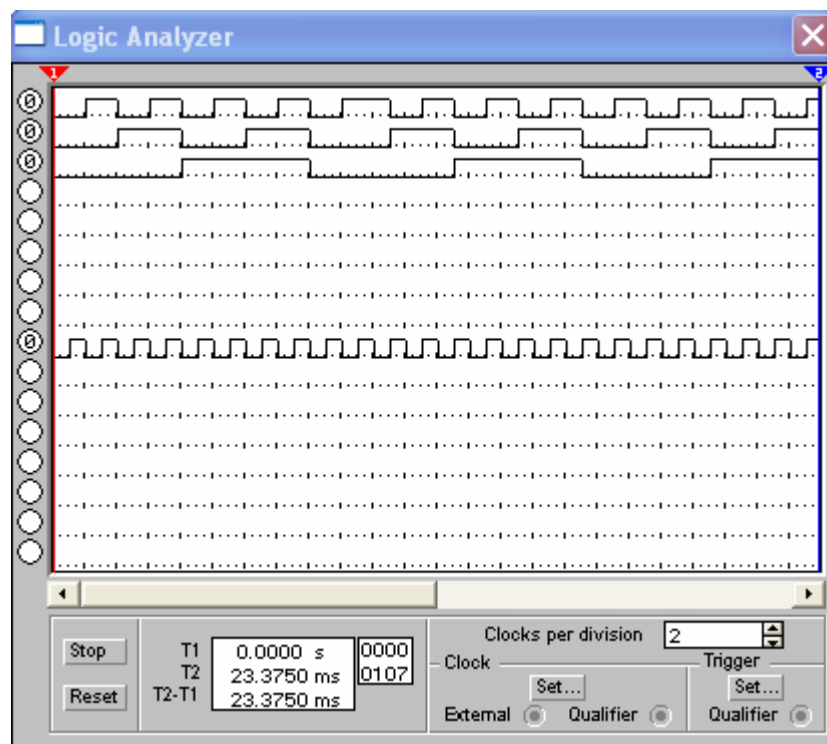

Рисунок 10
1.11.9 Ознакомьтесь с возможностями *логического анализатора* (рисунок 10), который используется для наглядного представления и измерения параметров сигнала. Он имеет 16 каналов, которые находятся слева на панели, и может развертывать во времени одновременно до 16 последовательностей прямоугольных логических сигналов.